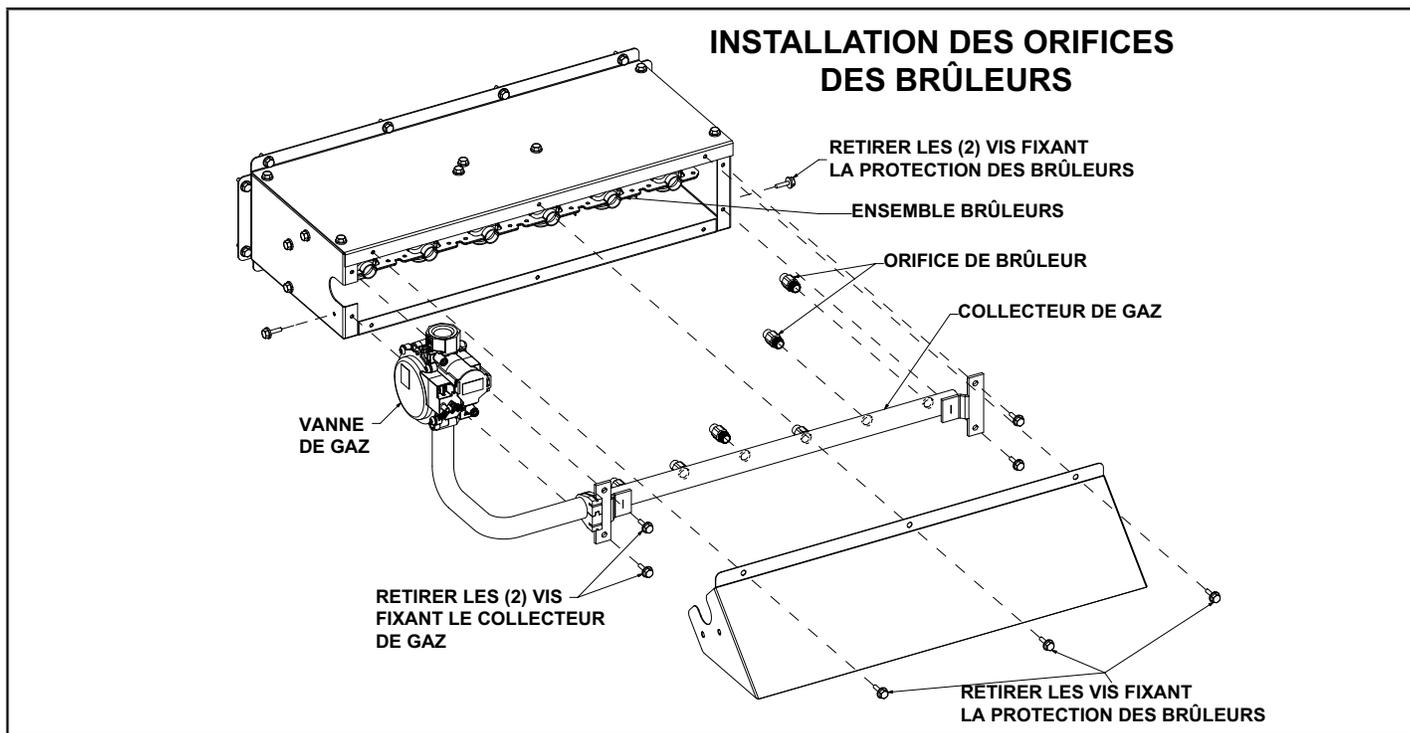

Figure 1
- 6 - Retirer les vis sur le collecteur de gaz qui maintiennent le collecteur sur le boîtier des brûleurs. Voir Figure 1.